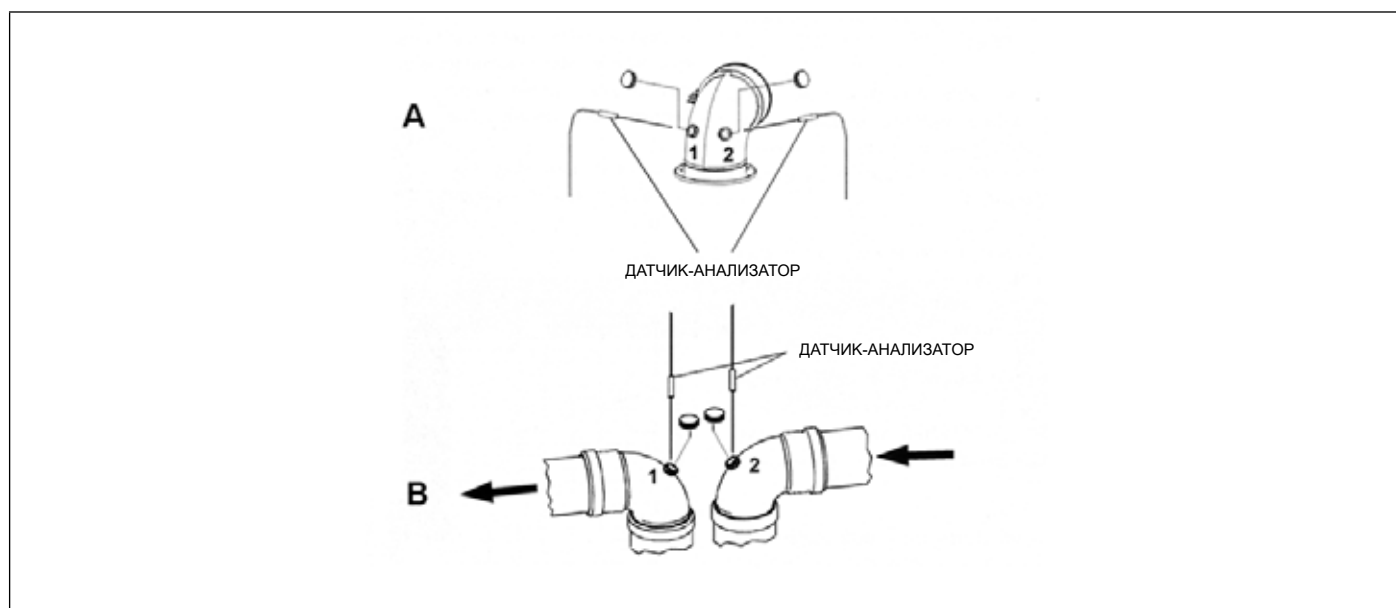

Рис. 20 Примеры мест для контроля дымовых газов
- измерить температуру воздуха для горения через отверстие 2 (смотри дет. **A** Рис. 20 Примеры мест для контроля дымовых газов).
- измерить температуру отходящих газов и содержание CO₂ через отверстие 1 (смотри дет. **A** Рис. 20 Примеры мест для контроля дымовых газов).
- измерить температуру воздуха для горения через отверстие 2 (смотри дет. **B** Рис. 20 Примеры мест для контроля дымовых газов).
- измерить температуру отходящих газов и содержание CO₂ через отверстие 1 (смотри дет. **B** Рис. 20 Примеры мест для контроля дымовых газов).